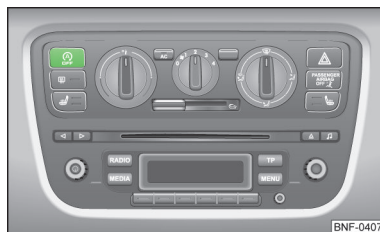

Fig. 81
- Tryk på symbolknappen » Fig. 81.